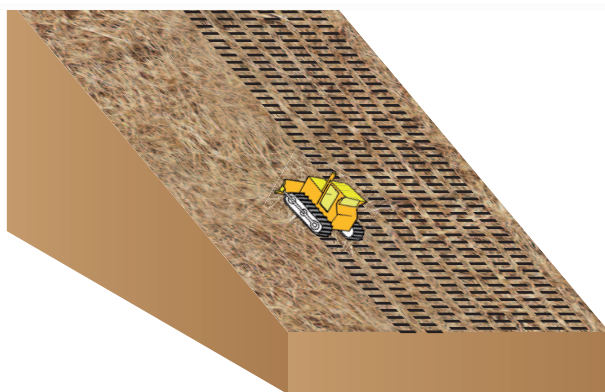

Figure 23. Chenillage de la paille épandue manuellement au sol, pour une meilleure fixation.
- par le passage d'un engin motorisé après la projection des fibres, permettant la création de microreliefs (figure 23),